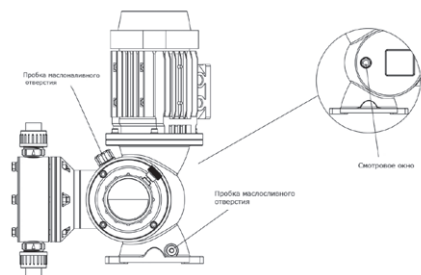

Рис. 19 Замена трансмиссионной смазки
3. Отвинтите пробку маслоналивного отверстия и доливайте новое смазочное масло до тех пор, пока оно не достигнет середины уровня на смотровом окне (см. рис. 19).